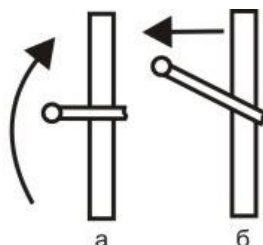

Рис. 3. Рычаг для слива воды
- убедитесь, что сливной кран закрыт (рис.3а). Если кран открыт, закройте его;
- Проконтролируйте, чтобы сливной кран был закрыт (рис. 3а). В случае если сливной кран открыт, вода будет сливаться в канализацию.
- Откройте сливной кран 4 (рис. 2), располагающийся под ванной. Для этого приподнимите рычаг (рис. 3а) и с небольшим усилием потяните его на себя (рис. 3б), вода потечет в канализацию.